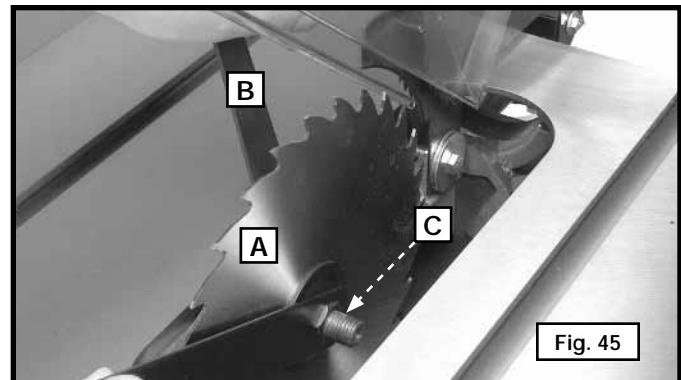

Fig. 45
2. Coloque la llave abierta (B), Fig. 45, en las partes planas del eje de la sierra. Use la llave de cubo (A) para girar la tuerca del eje (C) hacia la parte frontal de la sierra. Retire la tuerca del eje, la brida de la hoja y la hoja de la sierra.
3. Instale la hoja de la sierra nueva con los dientes hacia abajo en la parte frontal del banco de la sierra. Coloque la brida de la hoja externa y la tuerca de eje. Con la llave (B) Fig. 45 en las partes planas del eje, ajuste la tuerca de eje girando la llave de cubo (A) hacia la parte trasera de la sierra.